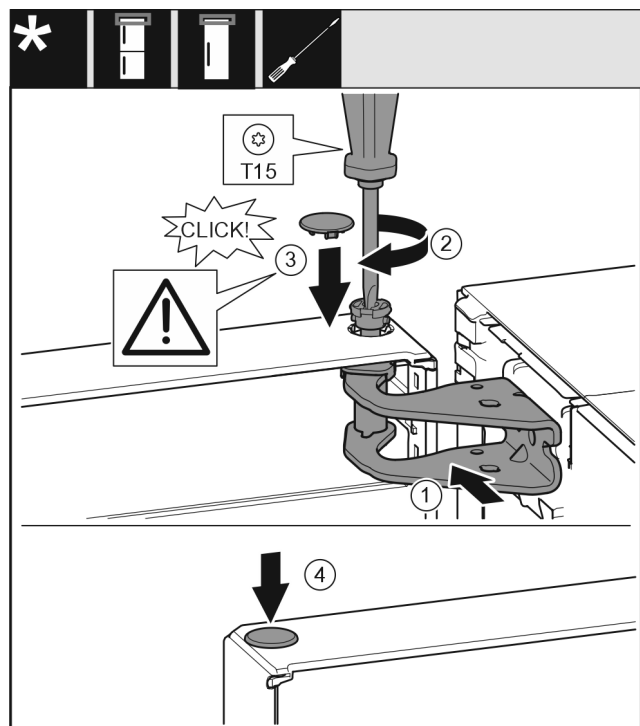

Fig. 27
- ▶ Igazítsa be az ajtót fent a csapágybak Fig. 27 (1) nyílásához.
- ▶ Helyezze be a csapszeget Fig. 27 (2), és húzza meg csavarhúzóval.
- ▶ Helyezze be a fedelet Fig. 27 (3).
- ▶ Ellenőrizze, hogy a fedél Fig. 27 (3) felfekszik-e az ajtóra.
- ▶ Helyezze be a fedelet Fig. 27 (4).